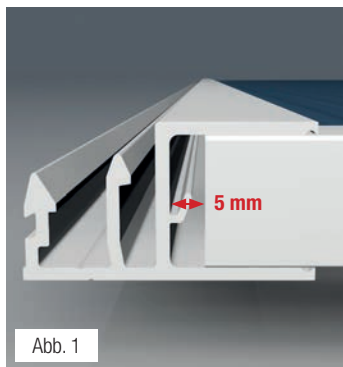

Abb. 1
2. Die Zevener Sprosse **[3]** wird auf die Längsseiten der vorbereiteten Stegplatten **[6]** aufgestülpt. Beachten Sie bitte dabei, dass die Platte 5 mm Abstand (Abb. 1) zum Verlegeprofil behält. Achten Sie darauf, dass das Profil seitenverkehrt mit der gegenüberliegenden Seite aufgedrückt wird, damit Sie später die Profile ineinander „klippen“ können. Die Platten müssen unbedingt mit der UV-geschützten Seite nach oben verlegt werden. **(Polycarbonat hat einen einseitigen UV-Schutz)**